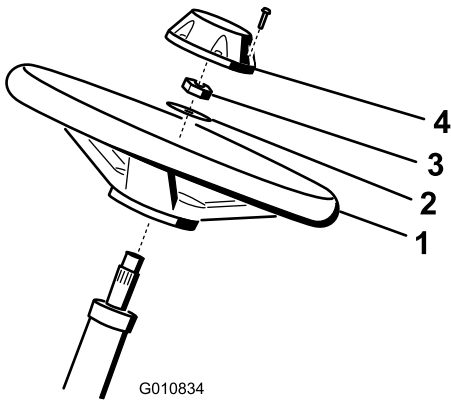

图 5
1. 将方向盘滑入转向轴图 5。
2. 将垫圈滑入转向轴图 5。
4. 将中心盖安装到方向盘上并用 6 个螺栓固定图 5。